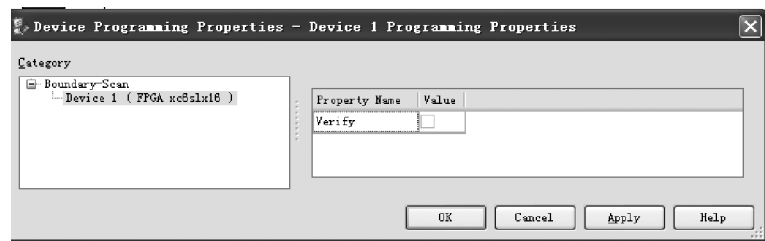

图 3.73 编程属性对话框
(13) 如图 3.73 所示,出现 Device Programing Properties(器件编程属性)对话框界面,在该界面内,单击 OK 按钮。